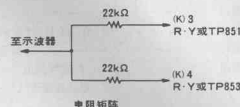

图8
②如图 8 所示, 通过一个电阻矩阵变换电路将示波器与连接器(K)的销 3 和销 4 相接(或 CRT 显象管装置的 TP 851 和 TP 853);